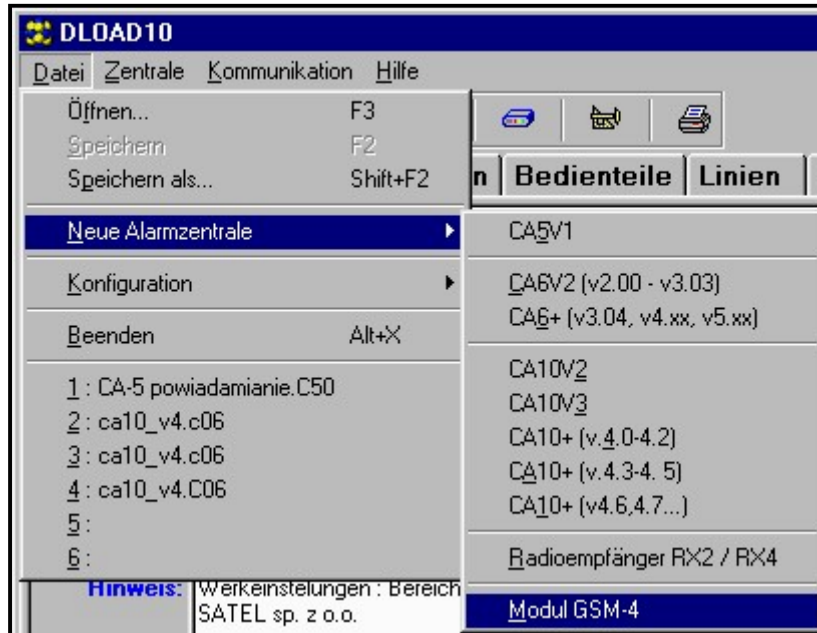

Abbildung 10.
1. Im Programmmenü **Datei**→**Neu**→**GSM-4 Modul** wählen und das Fenster mit den Moduldaten öffnen (siehe Abbildung 10).